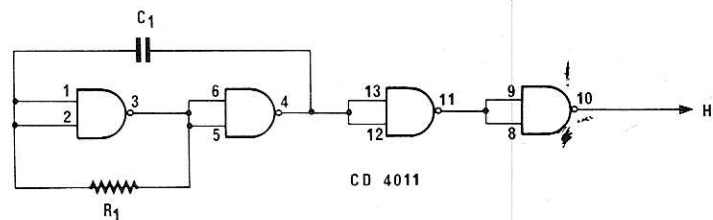

Figure 1
1) L'OSCILLATEUR LOCAL DE DECOUPAGE est de type très simple et utilise un circuit CD 4011 (4 portes Nand dans un même boîtier). 2 portes sont utilisées en oscillateur, les 2 autres permettent d'obtenir un signal avec des fronts de montée bien nets. La fréquence de 50 kHz permet d'obtenir dans le cas d'une visualisation de 8 voies le passage 6 000 fois par seconde de chaque voie sur l'écran. Le premier inverseur a ses entrées reliées à sa sortie par une résistance de 10 kΩ et reliées à la sortie du deuxième inverseur par une capa de 1 nF. (voir **figure 1**).
2) LE SELECTEUR DES VOIES ET DE NOMBRE DE VOIES se fait à l'aide d'un compteur pressettable CD 4029 qui peut soit compter, soit décompter, soit fonctionner en décimal, ses entrées preset sont directement codées en BCD. On va l'utiliser en décompteur en plaçant la patte 10 à la masse et en décimal en plaçant la patte 9 du circuit à la masse. Ainsi lorsque l'on imposera par la commande preset un code aux sorties 9₁ à 9₃, le décomptage se fera jusqu'à « 0 » puis passera à (« 9 »). Ce passage à (9) donnera sur la sortie 9 un « 1 » (combinaison 1 001 pour le « 9 »). Ce passage sera utilisé pour recommander le preset, d'où une liaison des pattes 2 et 1 du circuit. Cette commande permettant de revenir au code inscrit sur une roue codeuse. Le nombre de traces visualisées sur le scope sera égal au nombre de la roue codeuse plus 1, ainsi sur 0 on verra la trace « 0 », sur 1 on verra les traces « 0 » et « 1 », sur 5 on verra les traces « 0 », « 1 », « 2 », « 3 », « 4 », « 5 », et ainsi de suite.